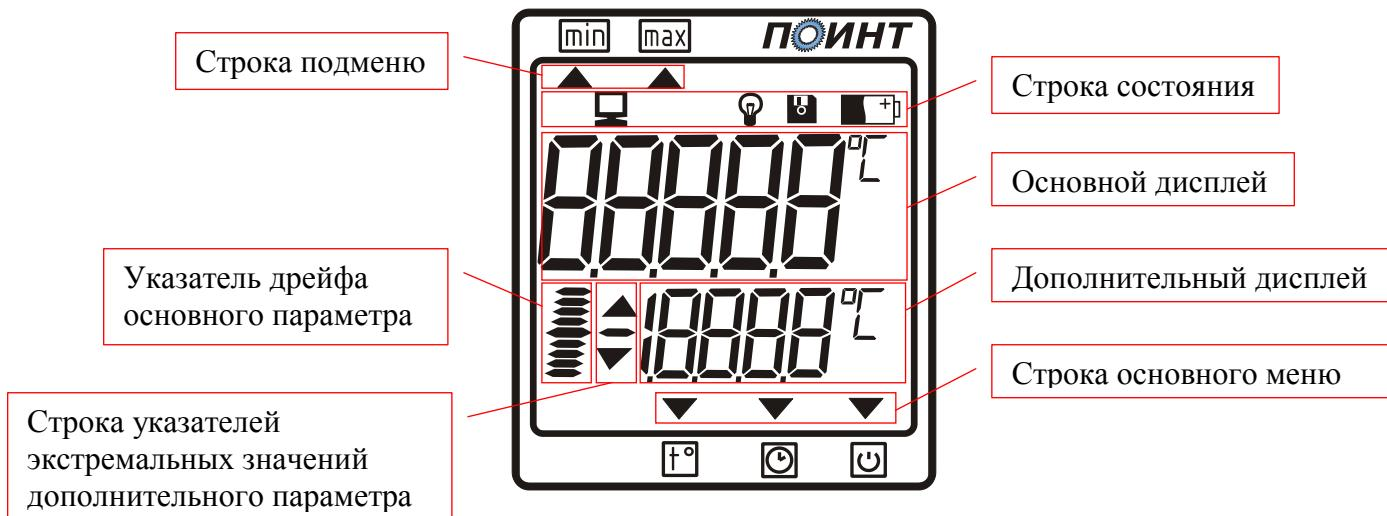

Рис.1
3.2. На лицевой панели измерителя расположен цифровой индикатор (рис. 1), служащий для отображения информации, и две кнопки управления. В верхней части прибора расположен разъем для подключения датчиков. На задней панели измерителя находится крышка батарейного отсека.
4.3. Описание основного дисплея. Измеритель имеет три рабочих режима: режим измерения температуры, режим отображения текущего времени, режим выбора времени работы измерителя. Переключение между этими режимами производится нажатием левой кнопки измерителя. В зависимости от положения указателя «», который расположен в строке основного меню (рис.1), можно определить, в каком режиме находится измеритель. Так, при положении указателя над значком прибор будет настроен на режим отображения температуры, - режим отображения текущего времени, - режим выбора времени работы измерителя. В зависимости от выбранного режима на основном дисплее отображается текущее значение измеряемого параметра. В режиме отображения текущего времени при нажатии на правую кнопку на индикаторе отображается текущий месяц, число и год. Установка этих параметров приведена в п. 7.2.